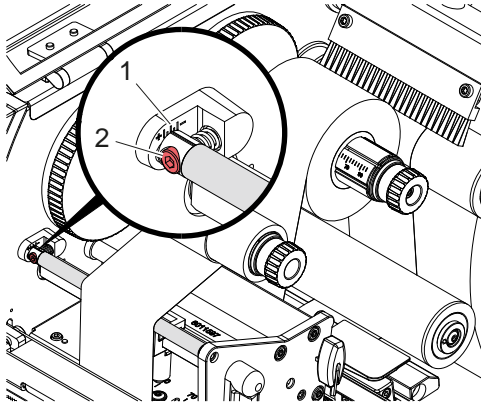

Figura 19 Ajuste del paso del ribbon superior
6. Deslizar el núcleo adecuado (4) en el rebobinador de ribbon (5) y colocar del mismo modo que el carrete de ribbon y fijarlo.
7. Guiar el ribbon a través del mecanismo de impresión tal y como se muestra en la figura 19. La línea continua es para ribbons con recubrimiento con lado de tinta interior, la línea punteada es para ribbons con recubrimiento con lado de tinta exterior.
8. Fijar el inicio del ribbon centrado en el núcleo de ribbon (4) usando cinta adhesiva. Tener en cuenta el sentido de giro del rebobinador de ribbon en sentido antihorario.
9. Girar el rebobinador de ribbon (5) en sentido antihorario para alisar el paso del ribbon.
10. Girar la palanca (6) en sentido horario para bloquear el cabezal de impresión.
11. Abrir la tapa (8) y colocar el ribbon de igual modo en la unidad de impresión inferior (7). Aquí se aplican las indicaciones de dirección opuestas a la unidad de impresión superior, con excepción del sentido de giro de los botones giratorios.